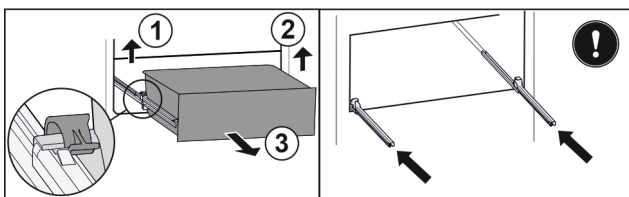

Fig. 137
- Linke Klemme anheben und gleichzeitig Schubfach links nach vorne ziehen. Fig. 137 (1)
- Rechte Klemme anheben und gleichzeitig Schubfach rechts nach vorne ziehen. Fig. 137 (2)
- Schubfach nach vorne entnehmen. Fig. 137 (3)